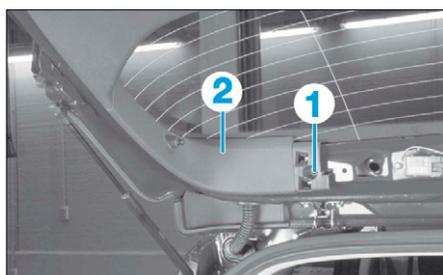

FIG. 55
- Déposer la vis (1) (de chaque côté) (Fig.55).
- Dégraffer et déposer les caches latéraux (2).